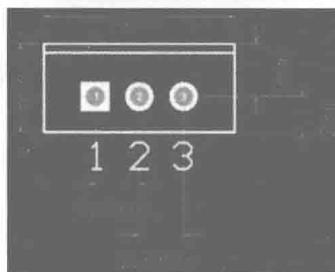

图 2 TO-220 尺寸图
2.5 TO-220 尺寸要求如图 2 所示（文字尺寸自行设定）。